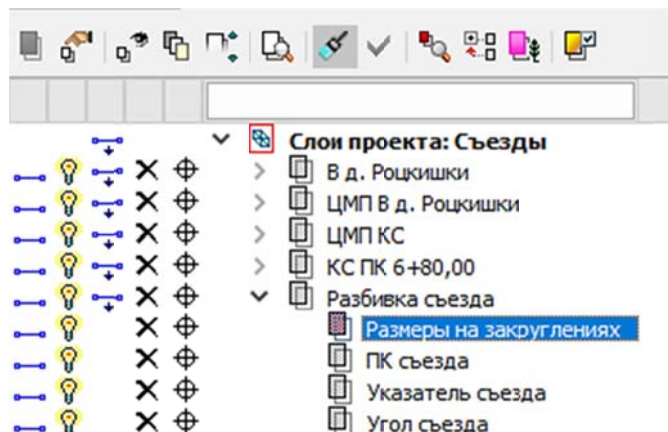

Рис. 4.22. Регулирование отображения размеров
13. Для регулирования отображения размеров в графической области можно выполнить настройку видимости слоев в проектах ОТ и съездов (рис. 4.22).